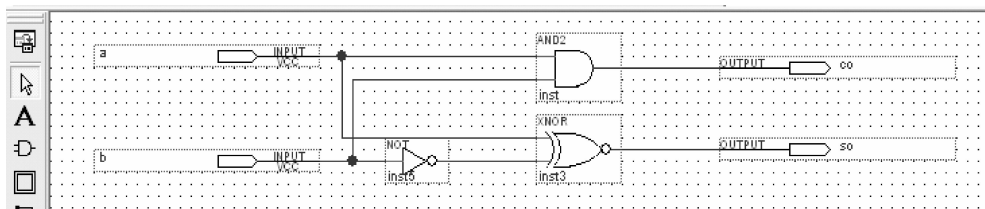

图 3-80 半加器原理图
(1) 新建框图文件。选择主菜单 File→New,在弹出的 New 对话框中选择 Device Design Files 页的原理图文件编辑输入项 Block Diagram/Schematic File,单击 OK 按钮后将打开原理图编辑窗口。
(2) 在编辑窗口中的任何一个位置上右击,将出现快捷菜单,选择其中的输入元件项 Insert Symbol,弹出“元器件”对话框,从 Libraries\Primitives\Logic 和 Libraries\Primitives\Pin 下选择基本门电路和输入/输出引脚。完成设计半加器电路,如图 3-80 所示。